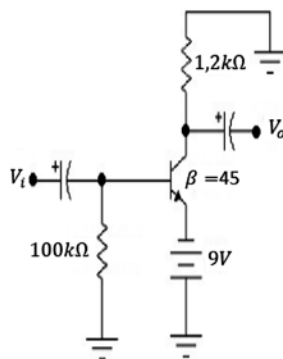

Figura 4.48 Ejercicio de aplicación. Fuente: [2]
- En el circuito de la figura 4.48, se pide hallar V_B , V_C .